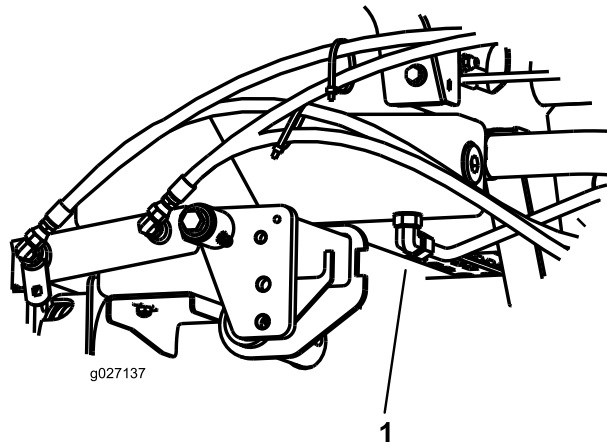

图75
2. 在液压油箱底部安装的接头下面放置一个大放油盘（图75）。